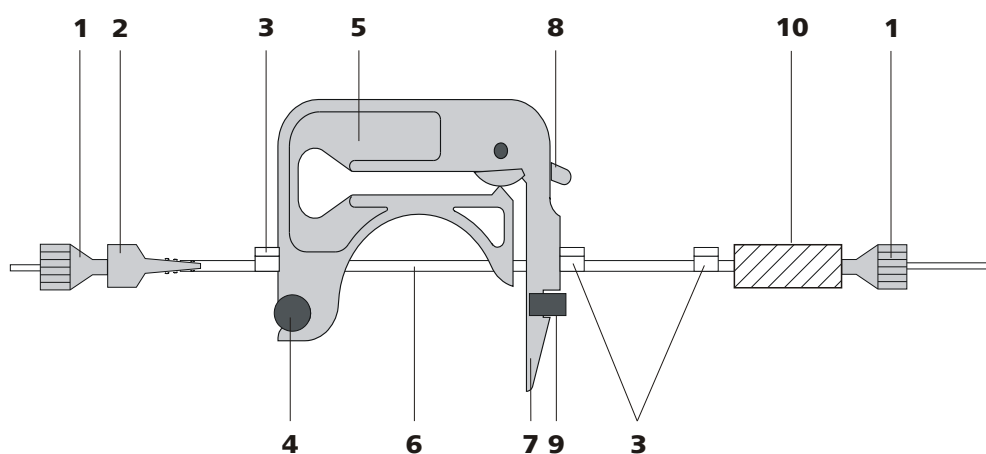

Figura 25 Peças e conexões da bomba peristáltica
- Inserir o tubo da bomba nos cassetes de tubo (*ver figura 25, página 47*). Os retentores (25-3) devem ser encaixados no respectivo dispositivo de fixação do cassete de tubo.